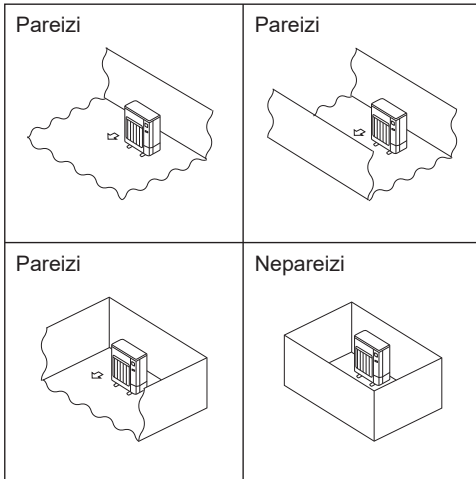

Fig. 2-2
- Ⓢ Ārējās iekārtas uzstādiēt tādās vietās, kur vismaz vienā no iekārtas četrām sāniem ir brīva telpa, un visa telpa kopumā ir pietiekami liela un bez padziļinājumiem. (Fig. 2-2)